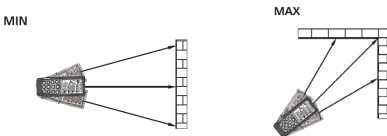

Fig. 5: Beispiele von kontinuierlicher Messung von Abstand
4. Der minimale und maximale Wert des Abstands erscheinen in den Teildisplays, und die kontinuierliche Messung erscheint im Ergebnisdisplay und ändert dynamisch mit der Bewegung des Geräts (siehe Fig. 5)